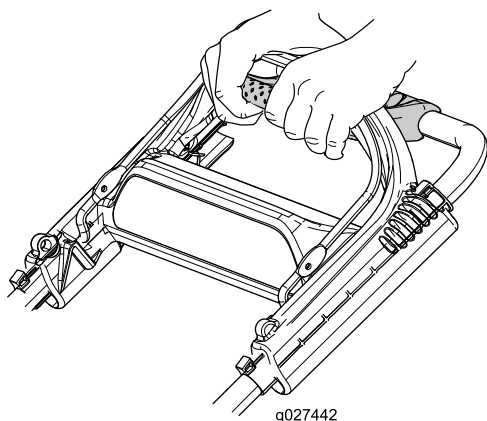

Рисунок 21
1. Вытяните вперед концы пальцев и возьмитесь за углы вспомогательной ручки привода тяги (Рисунок 21).